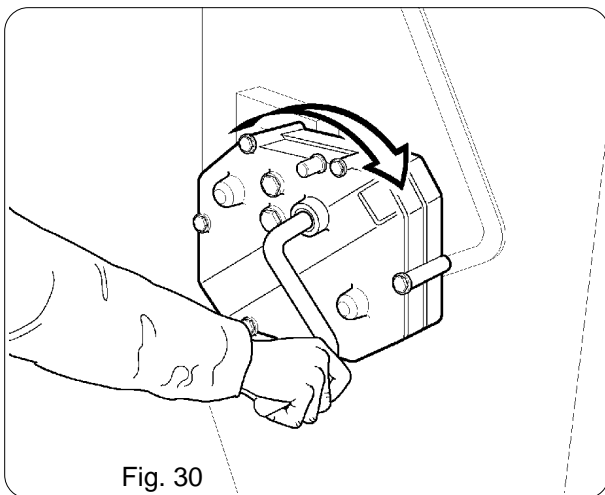

Fig. 30
- 4) Inserire la manovella (Fig. 30) nell'alberino del cambio e girare in senso orario.
- 4) Insert the crank (Fig. 30) on the speed change gear shaft and rotate clockwise.
- 7) Weigh the seed collected in the bins and multiply the weight by 100 or 40, depending on the number of rotations made. The value obtained is the number of kilograms distributed per hectare (Fig. 30).
- 4) die Kurbel (Abb. 30) in die Getriebespindel einsetzen und im Uhrzeigersinn drehen.
- 4) insérer la manivelle (Fig. 30) dans l'arbre de la boîte de vitesse et tourner dans le sens des aiguilles d'une montre.
- 4) insertar la manivela (Fig. 30) en el árbol del embrague y girar en el sentido dextrorso;